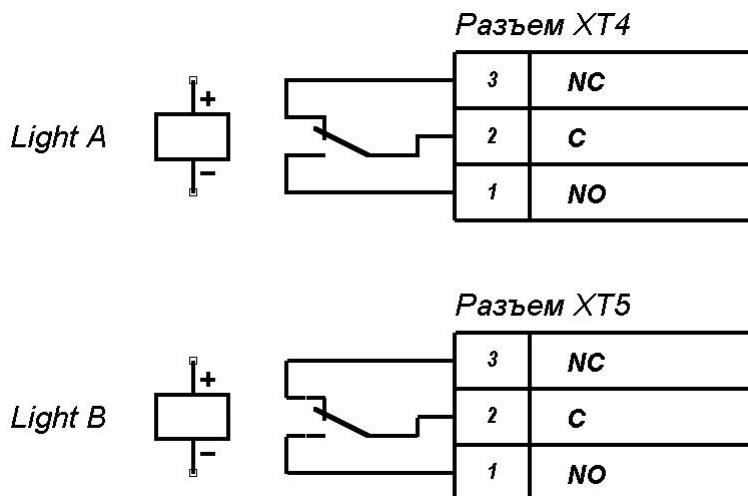

Рисунок 7 Выходные каскады для Light A и Light B
5.9.4 Выносные индикаторы подключаются на клеммные колодки "XT4" (Light A) и "XT5" (Light B). При этом реле Light A (Light B) активизировано (на его обмотку подано напряжение), когда горит соответствующая данному направлению прохода зеленая стрелка на световом табло, и нормализовано (на его обмотку напряжение не подано), когда соответствующая данному направлению прохода зеленая стрелка на световом табло не горит. Факт срабатывания / отпускания реле Light A и Light B можно определить по загоранию / гашению красных индикаторов, которые установлены вблизи указанных реле (см. рис. 3). Выходные каскады для Light A и Light B – перекидные контакты реле (см. рис. 7) со следующими характеристиками сигналов: